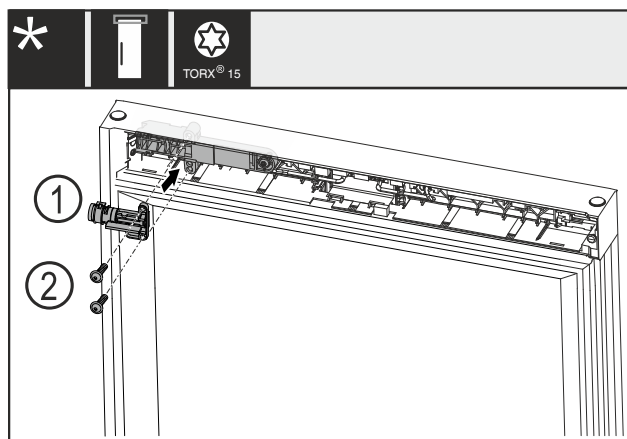

Fig. 23
- Pagrieziet mehānisko slēdzeni Fig. 23 (1) par 180° un uzmontējiet pretējā pusē.
- Nostipriniet mehānisko slēdzeni Fig. 23 (1) ar skrūvēm Fig. 23 (2).